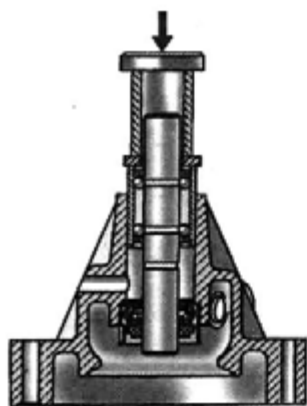

Рис. 4.1.77. Запрессовка подшипника с валиком водяного насоса в корпусе
- запрессовать подшипник с валиком в сборе в корпус так, чтобы гнездо под фиксатор совпало с отверстием в корпусе насоса (рис. 4.1.77);